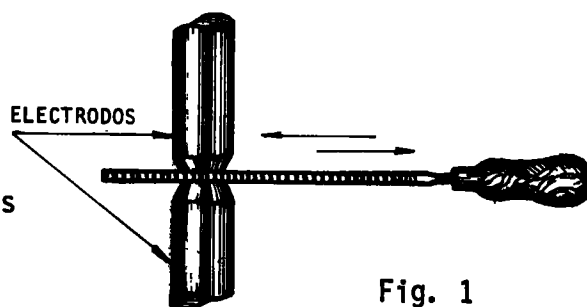

Fig. 1
- b Aplane con lima las puntas de los electrodos cuando se hayan deformado por razones de trabajo (fig. 1).